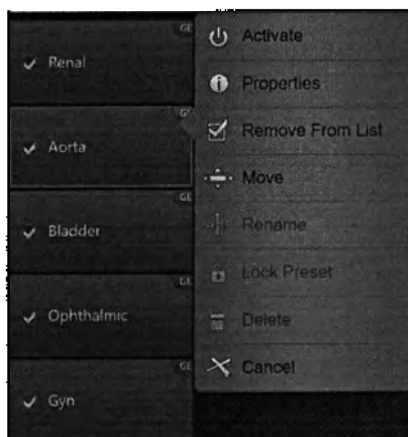

Рис. 9-17. Меню настройки предустановок
3. Нажмите на предустановку исследования, которую необходимо изменить. Откроется меню *настройки предустановленных параметров* (см. Рис. 9-17).